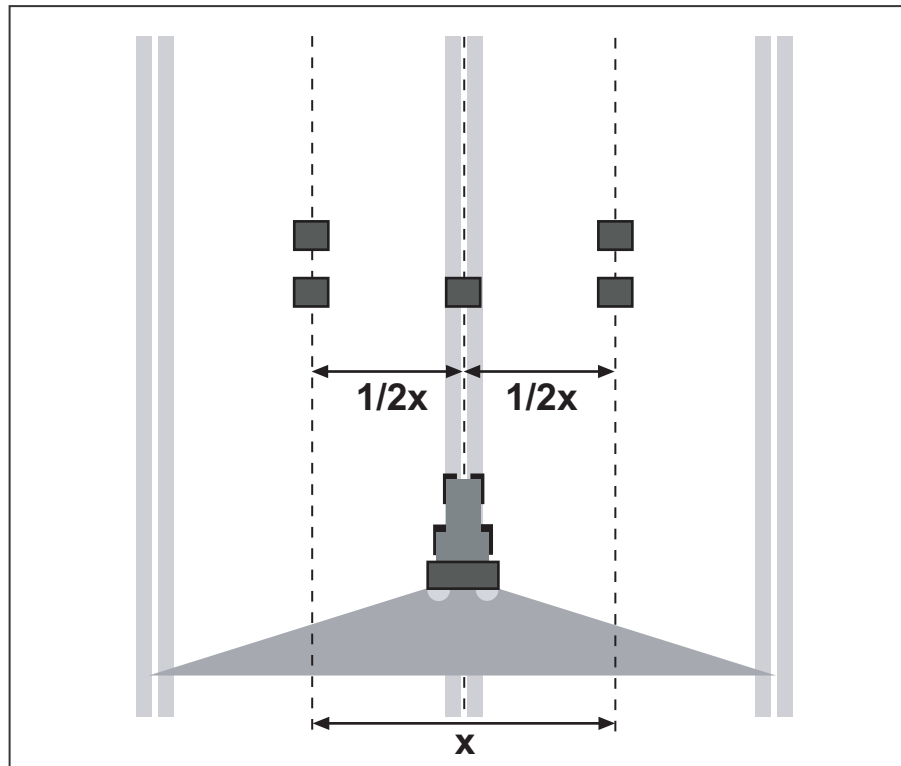

Figure 7.23 : Disposition pour un passage
- Installer deux bacs récupérateurs l'un derrière l'autre séparés par un écart de **1 m** dans les zones de recouvrement (entre les passage de roues) et un bac récupérateur dans la voie centrale (selon figure 7.23).